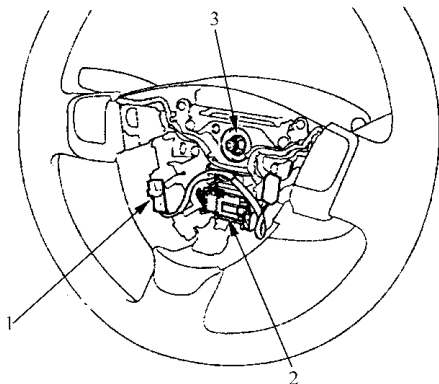

图 7-3 断开喇叭插接器
- 2) 如图 7-3 所示，断开喇叭插接器插头和插接器插座。